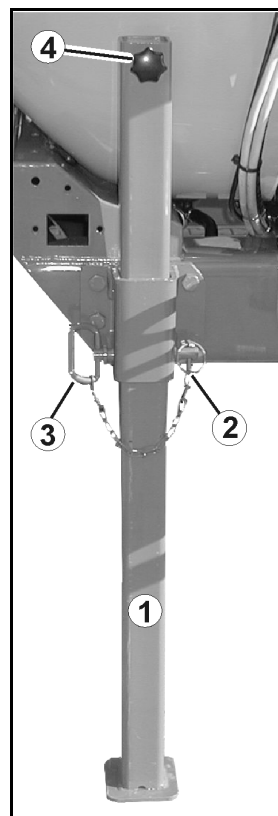

Fig. 40
Pé de apoio deslizante (Fig. 40/1) :
1. Soltar a ficha móvel (Fig. 40/2).
2. Retirar o perno (Fig. 40/3).